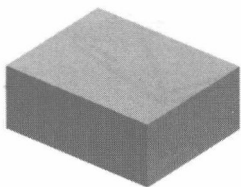
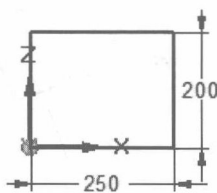

图 1.2 拉伸特征 1
图 1.3 截面草图
Step2. 设置材料表。选择下拉菜单 → **信息** → **材料表** 定义和编辑零件材料。命令,系统弹出“材料表”对话框;在“材料表”对话框中单击 **属性** 选项卡,在 **材料厚度 (T)** 文本框中输入值 4,在 **折弯半径 (R)** 文本框中输入值 4,其他选项采用系统默认设置;单击 **应用于模型** 按钮,完成设置。
Step4. 创建图 1.2 所示的拉伸特征 1。单击 **主页** 功能选项卡 **实体** 区域中的“拉伸”按钮 ;在系统 **单击平的面或参考平面。** 的提示下,选取前视图 (XZ) 平面作为草图平面,绘制图 1.3 所示的截面草图,单击“主页”功能选项卡中的“关闭草图”按钮 ,退出草绘环境;在“拉伸”工具条中单击 按钮定义拉伸深度,在 **距离** 文本框中输入值 100,并按 Enter 键,单击“对称延伸”按钮 ;单击 **完成** 按钮,完成特征的创建。